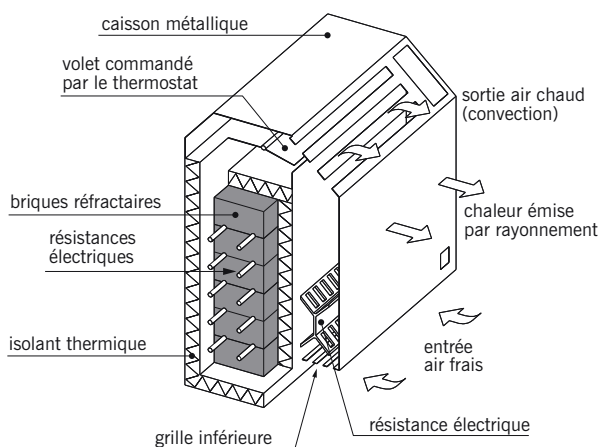

fig. 17.8
- **L'accumulateur statique compensé** dont le caisson possède des ouvertures hautes et basses qui créent une convection naturelle (fig. 17.8).